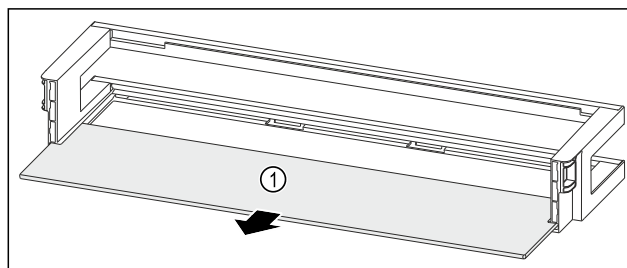

Fig. 231 Türabsteller mit Abstellfläche
- ▶ Abstellfläche Fig. 231 (1) entnehmen.